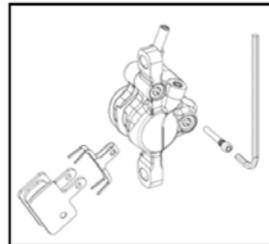

Figura H-2 Ensamblaje de la pinza
- Tire del pasador del tornillo de sujeción de la pastilla de freno teniendo cuidado de no aflojar esta pieza **(figura H-2)**